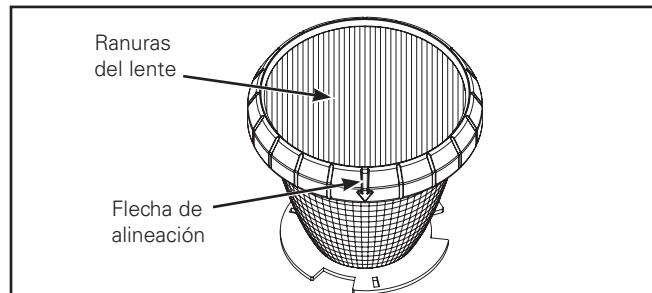

Figura 8.
2. Cuando use los medios direccionales, como el lente de difusión lineal (opcional) alinee las ranuras del lente con la flecha de alineación en el soporte del medio (Figura 8).